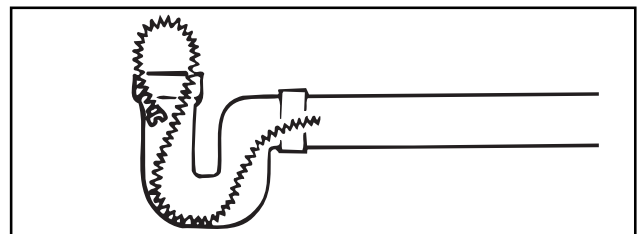

Figure 8 – Bouclage du câble au point d'entrée
- Arrimez le câble en le bouclant dans le point d'entrée (Figure 8). Cela peut s'avérer particulièrement utile lorsqu'il s'agit d'une canalisation à forte pente.